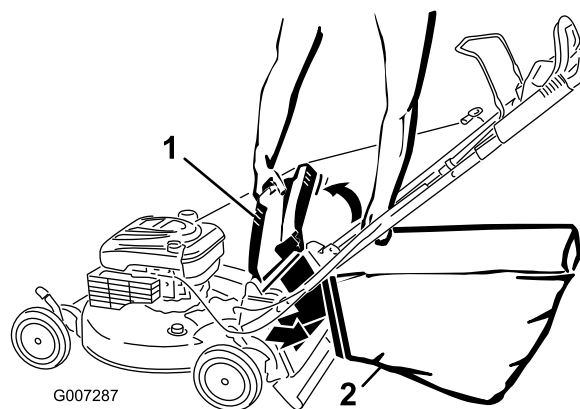

Figura 31
4. Cuelgue el extremo superior delantero de la bolsa de las muescas (Figura 31).